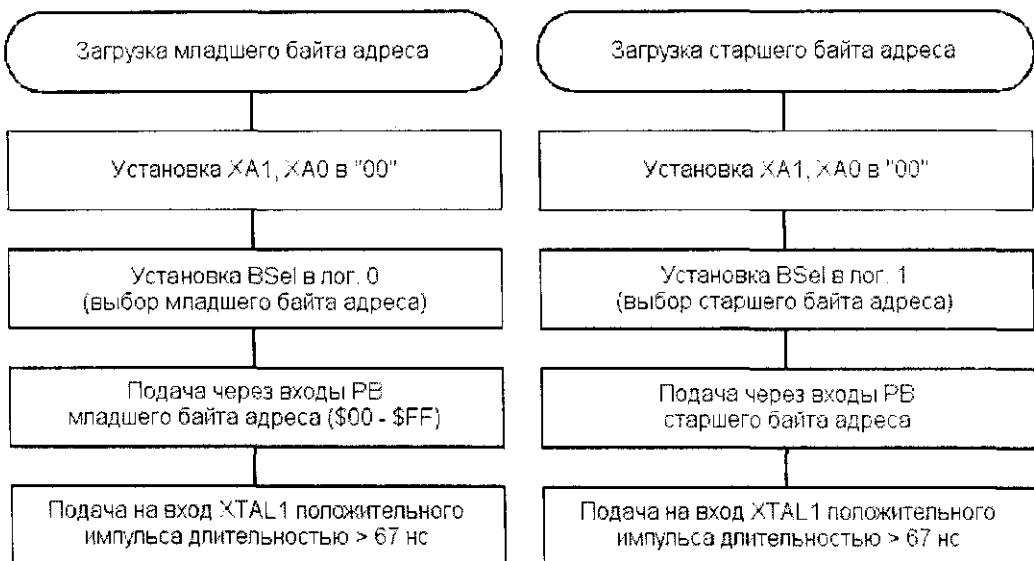

Рис. 11.7. Последовательность действий для загрузки старшего и младшего байтов адреса
2. Загрузить старший байт адреса в соответствии с рис. 11.7 (только в микроконтроллере AT90S8515).
3. Загрузить младший байт адреса в соответствии с рис. 11.7.
- Загрузить младший байт адресов \$00 – \$02 в соответствии с рис. 11.7.